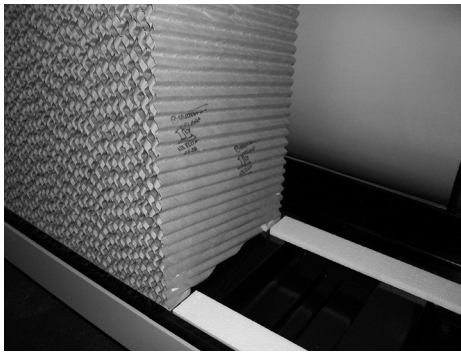

Ilustración 1
- 2) Para las unidades 4800 y 4812 de PMI solamente: Puede utilizar las cuatro tiras de espuma de poliestireno de 1/2 por 2 pulgadas de ancho para levantar la altura de los filtros. Coloque dos de estas tiras de espuma de poliestireno en cada lado de la soporte del filtro. El filtro entonces será puesto encima de las tiras de espuma de poliestireno. Vea la ilustración 1 para la colocación.